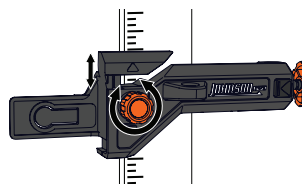

Figure 25
5. Utiliser le bouton de réglage fin de hauteur pour régler la hauteur du détecteur par petits incréments de 0 à 25,4 mm. (Figure 25)